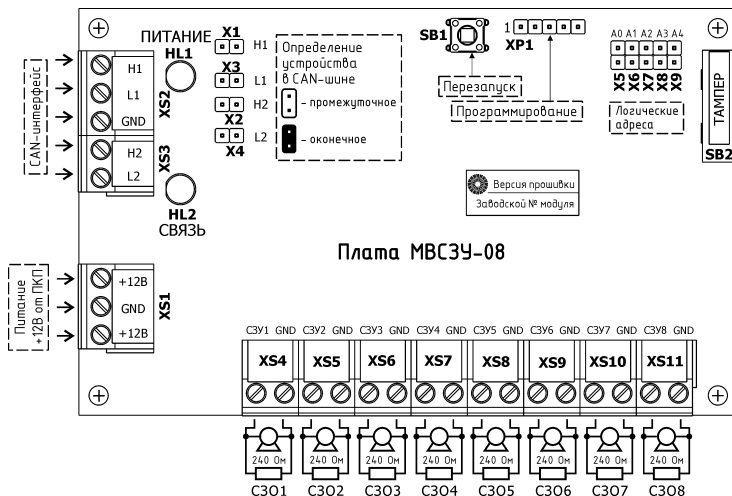

Рисунок 1 - Внешний вид платы МВСЗУ-08 и схема подключений
➤ **Плата МВСЗУ-08** (Рисунок 1) установлена внутри корпуса модуля и предназначена для реализации основных функциональных возможностей модуля. Плата состоит из узла стабилизатора +5 В, узла контроллера и индикации, интерфейсного узла и 8-и контрольно-исполнительных узлов СЗО.
- разъём системного программирования микроконтроллера (Рисунок 1 и Таблица 2);
- разъёмы (клеммные колодки) для подключения шлейфов СЗО (Рисунок 1 и Таблица 2);
- разъём для подключения источника питания 12 В - (Рисунок 1 и Таблица 2);
- два разъёма для подключения линий интерфейса CAN - (Рисунок 1 и Таблица 2);
- переключки установки CAN-адреса модуля (установка адреса) - (Рисунок 1, Таблицы 3 и 4);
- переключки установки подключения оконечных резисторов интерфейса CAN (Рисунок 1 и Табл. 3);
- кнопка инициализации модуля «Перезапуск» SB1 (Рисунок 1);
- детектор вскрытия корпуса «Тампер» SB2 (Рисунок 1).
Все входные и выходные цепи подключаются к модулю в соответствии со схемой подключения (Рис. 1) с помощью клеммных колодок, расположенных на плате МВСЗУ-08.
Подключить провода питания модуля к соответствующим клеммам (Рисунок 1).
Подключить провода линии связи по интерфейсу CAN к соответствующим клеммам (Рисунок 1).
Подключить провода от исполнительных устройств (СЗО) к соответствующим контактам на плате МВСЗУ-08 (Рисунок 1, Таблица 2).
Установить при необходимости перемычки подключения оконечных резисторов – терминаторов интерфейса CAN и установки адреса модуля по интерфейсу CAN (Рисунок 1 и Таблицы 3 и 4).